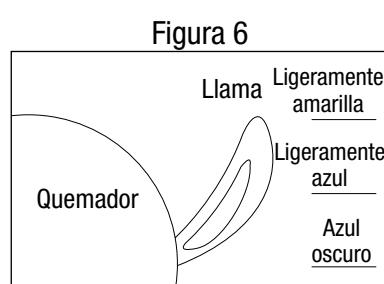

Figura 6
9. Después de encender el quemador observe su llama y asegúrese de que todos los orificios estén encendidos y que la altura de la llama corresponda a la del diagrama (vea Figura 6).
9. Despues de encender el quemador observe su llama y asegúrese de que todos los orificios estén encendidos y que la altura de la llama corresponda a la del diagrama (vea Figura 6).